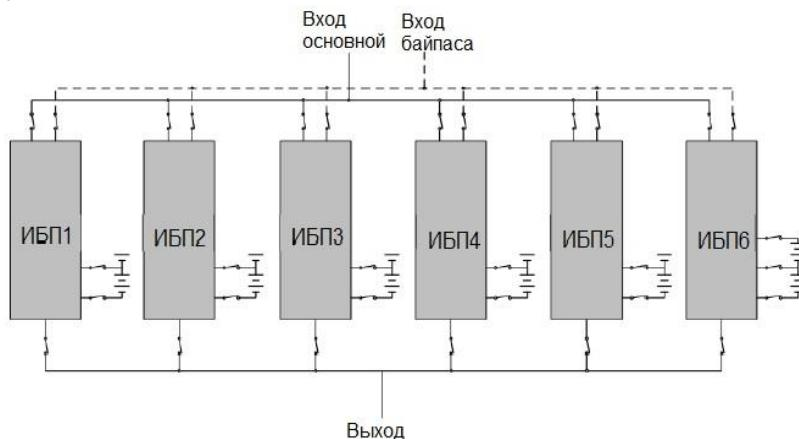

Рисунок 7 — Пример схемы подключения четырех изделий в систему параллельного резервирования с выходным распределительным шкафом.
Изделие имеет встроенный параллельный контроллер и может работать в системе бесперебойного питания с параллельным резервированием (см. рисунок 7 и рисунок 8). Целью такой системы является либо повышение надежности (резервирование), либо увеличение общей выходной мощности (масштабирование).
- отключите входное сетевое питание каждого изделия, убедитесь в том, что все внешние выключатели разомкнуты (см. рисунок 7);